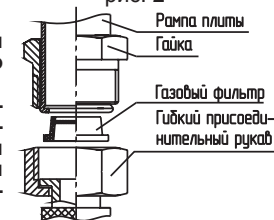

рис. 3
4.2. ГИБКОЕ ПОДСОЕДИНЕНИЕ (рис.3)